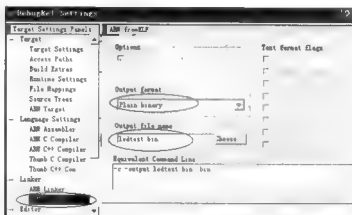

图 6-19 选择“ARM from ELF”
(5) 在“DebugRel Settings”对话框左侧选择“ARM from ELF”，然后在“Output format”下拉列表框中选择“Plain binary”，在“Output file name”框中输入“ledtest.bin”，如图 6-19 所示，最后单击“OK”按钮即可。